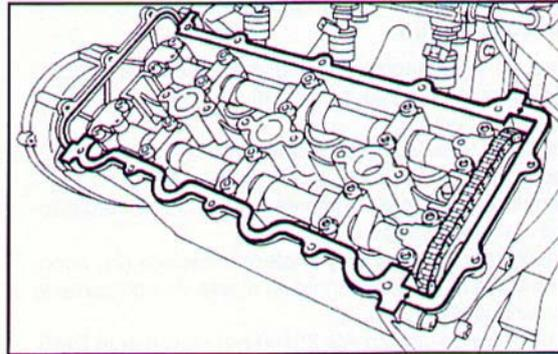
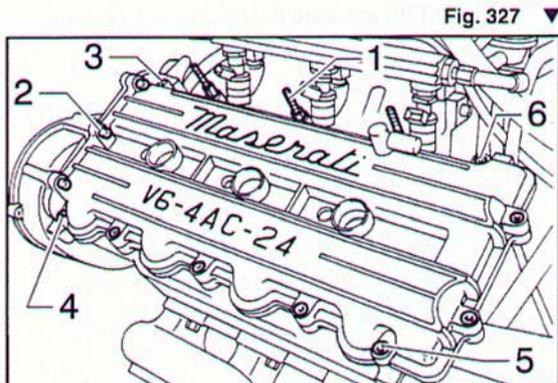

Fig. 324 ▲
Fig. 327 ▼
- rifilare le guarnizioni dei coperchi anteriore e posteriore e sgrassare la superficie di appoggio del coperchio superiore testa cilindri (**Fig. 324**);
- accostare e serrare le viti di fissaggio del coperchio superiore testa cilindri, secondo il seguente ordine (**Fig. 327**):
- posizionare la vite (1),
- avvicinare le viti (3), (4), (5) e (6),
- stringere la vite (2),
- stringere le viti (3), (4), (5) e (6),
- serrare le viti (2), (3), (4), (5) e (6),
- take off the front and rear cover gaskets and degrease the support face of the cylinder head upper cover (**Fig. 324**);
- put in and lock the securing screws in the cylinder head upper cover, in the following order (**Fig. 327**):
- position screw (1),
- fit screws (3), (4), (5) and (6),
- tighten screw (2),
- tighten screws (3), (4), (5) and (6),
- lock screws (2), (3), (4), (5) and (6),